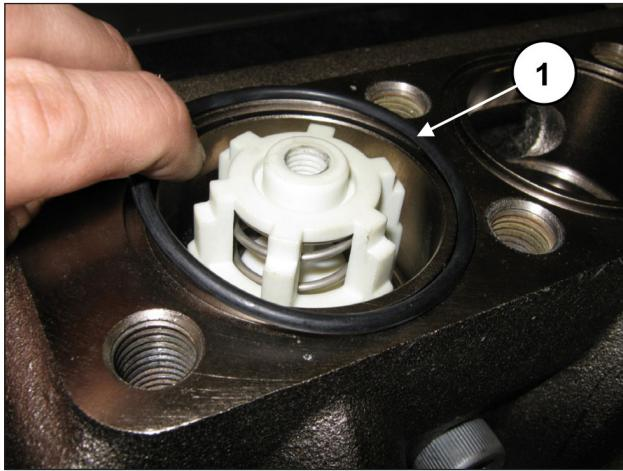

Рис. 160
Установите фронтальное уплотнительное кольцо O-ring на нагнетательные клапаны (поз. ①, Рис. 160).